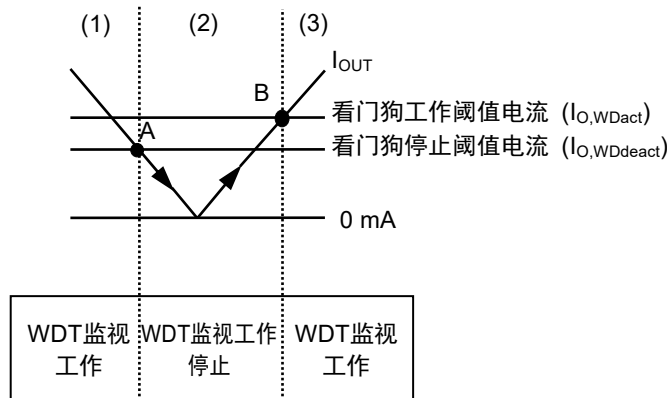

图42 自律看门狗工作功能
- (1) 稳压器的 I_{OUT} 大于或等于看门狗工作阈值电流 ($I_{O,WDact}$)，并且比较器 (C1) 的输入电压 (V_{WDact}) 高于基准电压 (V_{ref}) 时，C1的输出变为 "H"。此时，看门狗定时器开始进行工作。
- (2) 当 I_{OUT} 降低到小于或等于看门狗停止阈值电流 ($I_{O,WDdeact}$) (图42的A点) 时， V_{WDact} 也降低到小于或等于 V_{ref} ，C1的输出变为 "L"。此时，看门狗定时器停止监视工作。即使 I_{OUT} 上升，在未达到 $I_{O,WDact}$ 时，看门狗定时器保持停止监视工作的状态。
- (3) I_{OUT} 再继续上升，达到大于或等于 $I_{O,WDact}$ (图42的B点) 时， V_{WDact} 也上升到大于或等于 V_{ref} ，C1的输出变为 "H"，看门狗定时器开始监视工作。